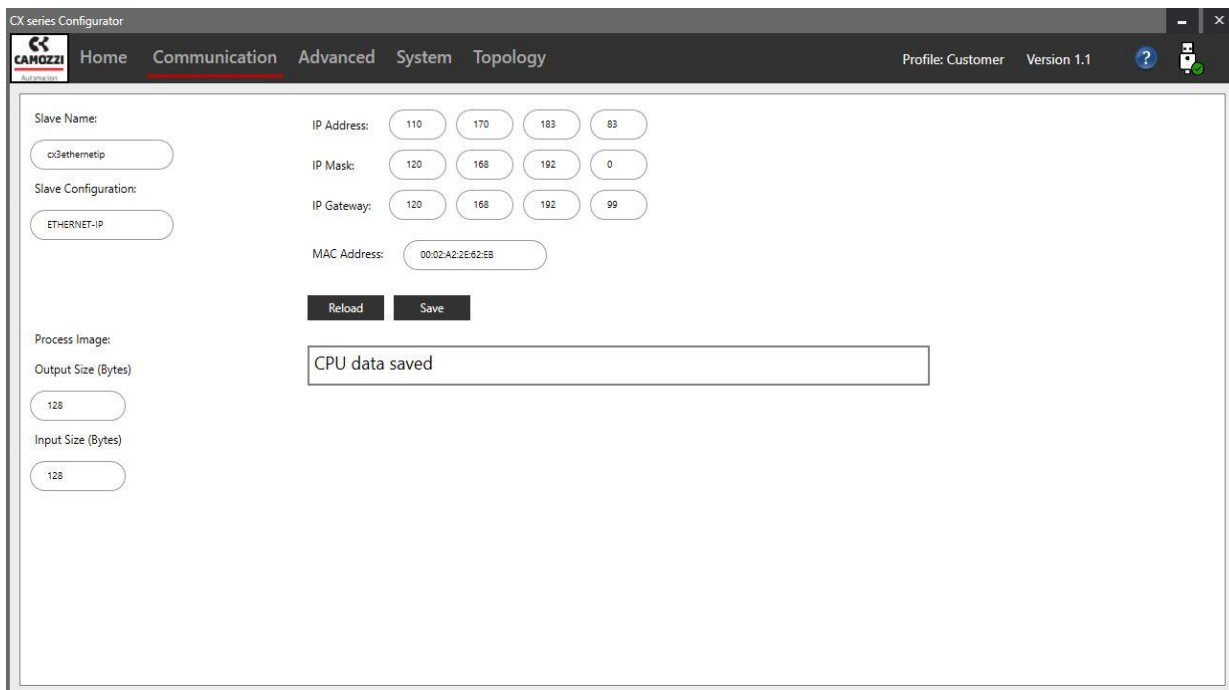

Figura 16: Cambio dell'indirizzo IP
3. Selezionare la cella contenente l'indirizzo IP e inserire quello nuovo (figura 16).